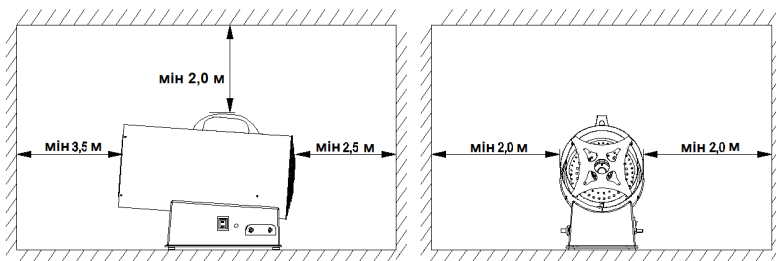

Рисунок 2. Схема встановлення виробу у приміщенні.
1. Стійко встановити виріб опорами на твердій рівній горизонтальній поверхні підлоги із негорючим покриттям у зоні ефективної вентиляції приміщення без постійного перебування людей, не нижче рівня землі, із відсутністю легкозаймистих речовин (рис. 2).